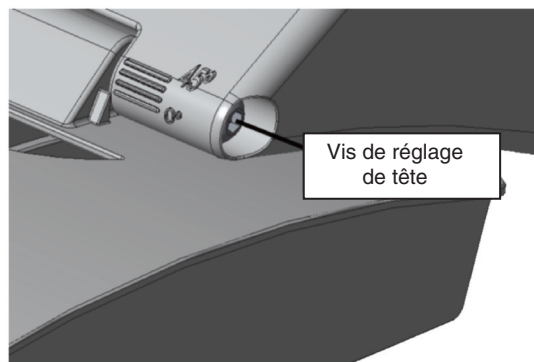

Fig. 2
2. 2. Desserrez les vis de réglage (**Figure 2**) sur le côté du luminaire.
4. Desserrez les vis de réglage (**Figure 2**) sur le côté du luminaire.